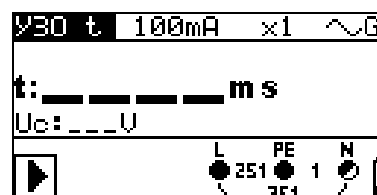

Рисунок 5.11: Испытание УЗО
- **Подключите** измерительные провода к испытываемому объекту (см. рисунок 5.11).